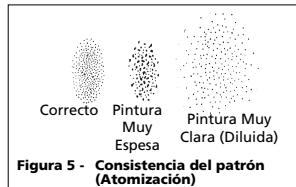

Figura 5 - Consistencia del patrón (Atomización)
4. Con la pistola a 8 pulgadas (20,3 cm) de la superficie, oprima el gatillo por un segundo, mientras gira la perilla de control del fluido en sentido contrario a las agujas del reloj. Observe el patrón de rociado en la superficie y ajuste la perilla de control del fluido hasta obtener el patrón deseado (atomización) (vea la Figura 5).